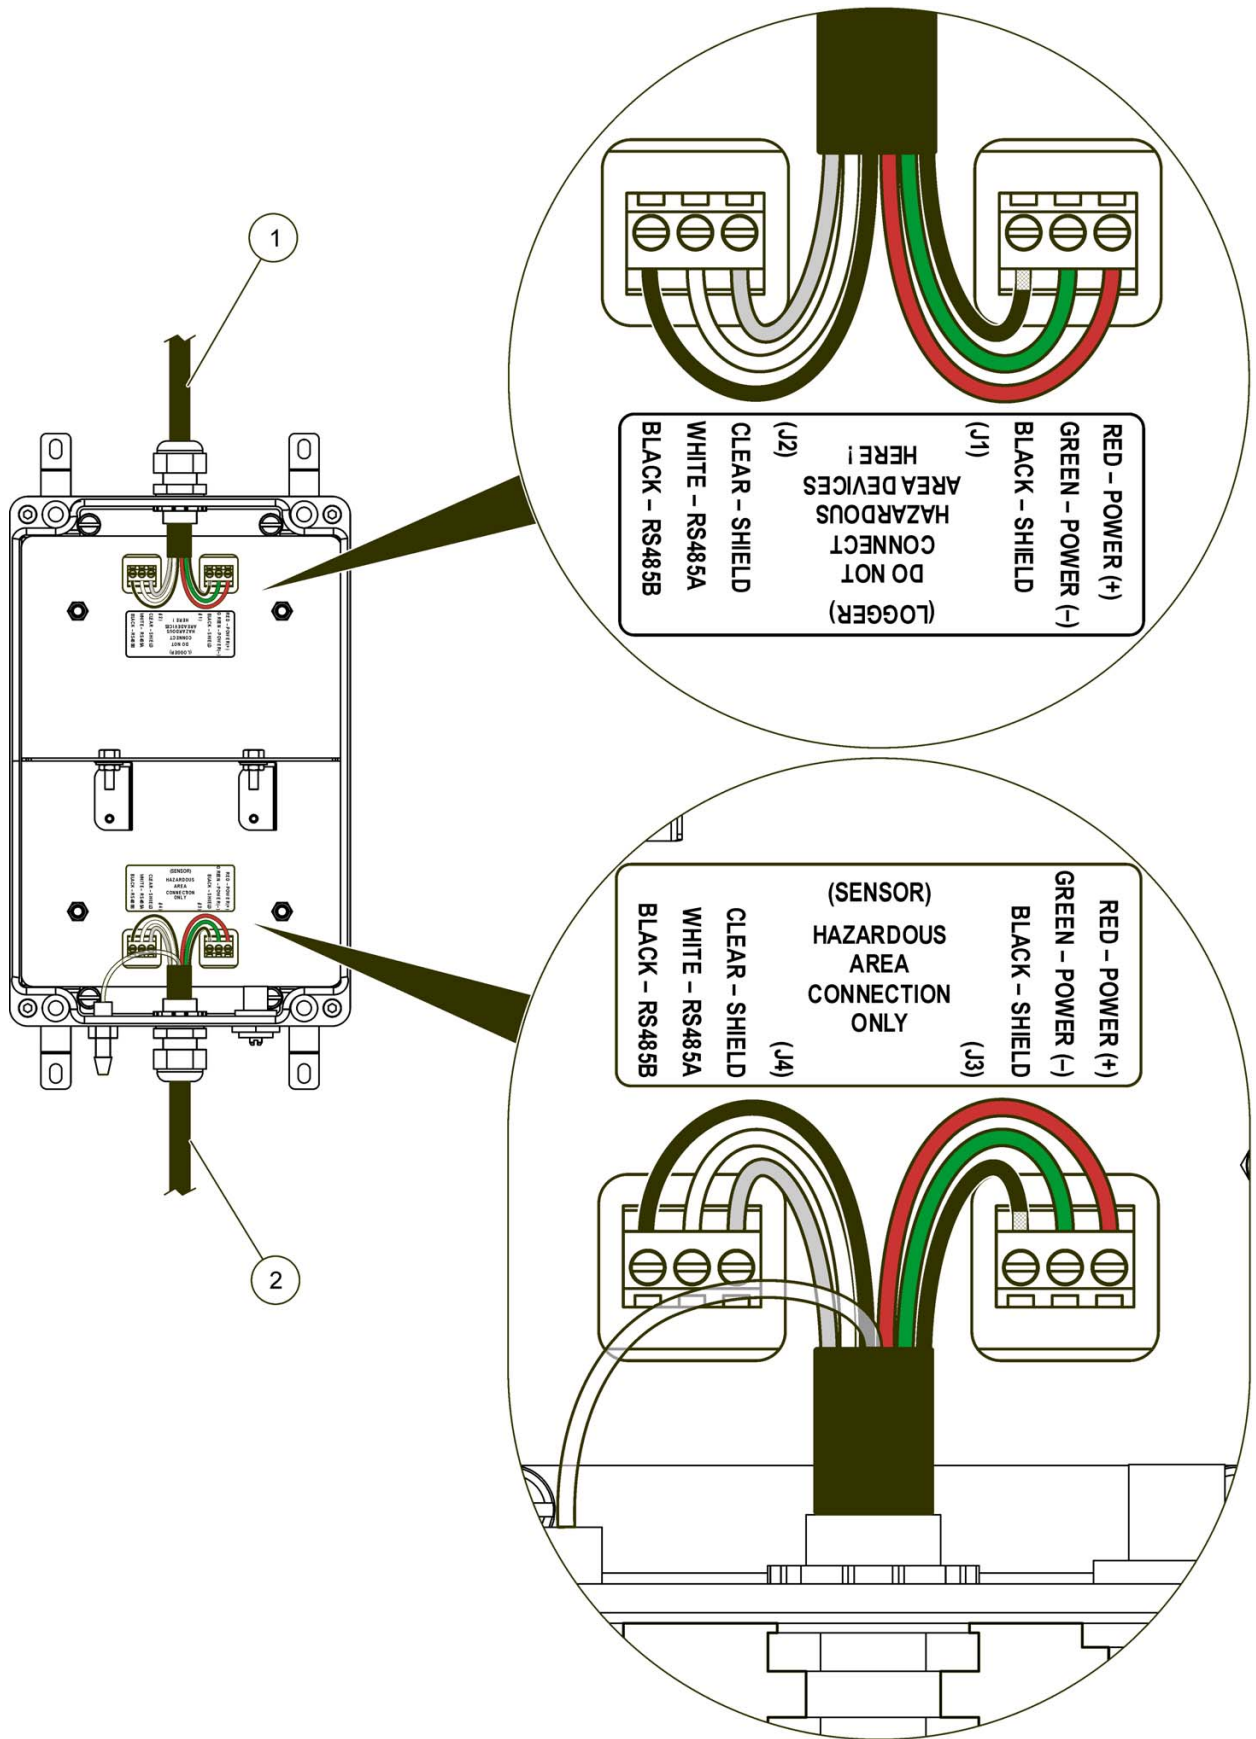

Figura 3 Cableado de la barrera
2. Introduzca el cable del sensor Flo-Dar a través del conector del tubo pasacables situado en el lateral de la barrera que se muestra en la etiqueta de conexión a lugares que presentan riesgos (Figura 3 en la página 13). Apriete bien el pasacables.
3. Si el sensor Flo-Dar cuenta con el componente opcional SVS, introduzca el cable del sensor SVS a través del pasables situado en el lateral de la segunda barrera que muestra la etiqueta de conexión a lugares que presentan riesgos (Figura 3 en la página 13). Apriete bien el pasacables.
5. Instale los cables en los terminales J3 y J4 tal como se muestra en la Figura 3 en la página 13. Tire suavemente tras cada inserción para asegurarse de que las conexiones son firmes.
6. Instale el tubo de aire del cable del sensor en el conector de la carcasa de la barrera como se muestra en la Figura 3 en la página 13.
7. Introduzca el cable del registrador o del controlador a través del conector del tubo pasacables situado al otro lado de la barrera (Figura 3 en la página 13). Apriete bien el pasacables.
9. Instale los cables en los terminales J1 y J2 tal como se muestra en la Figura 3 en la página 13. Tire suavemente tras cada inserción para asegurarse de que las conexiones son firmes.